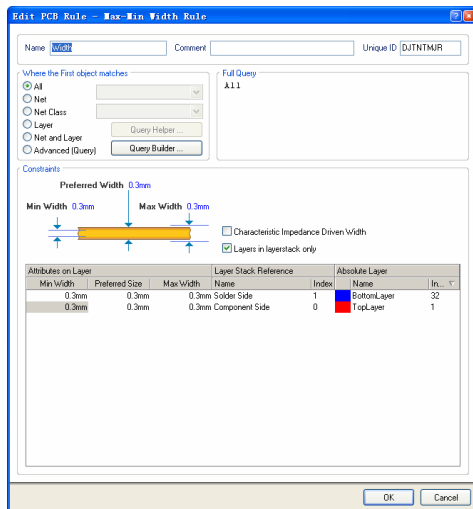

图 7.42 “Edit PCB Rule – Max-Min Width Rule”对话框
(6) 单击“Menu”按钮，在弹出的下拉菜单中选择“Edit Width Rule”命令，打开如图 7.42 所示的“Edit PCB Rule – Max-Min Width Rule”对话框。